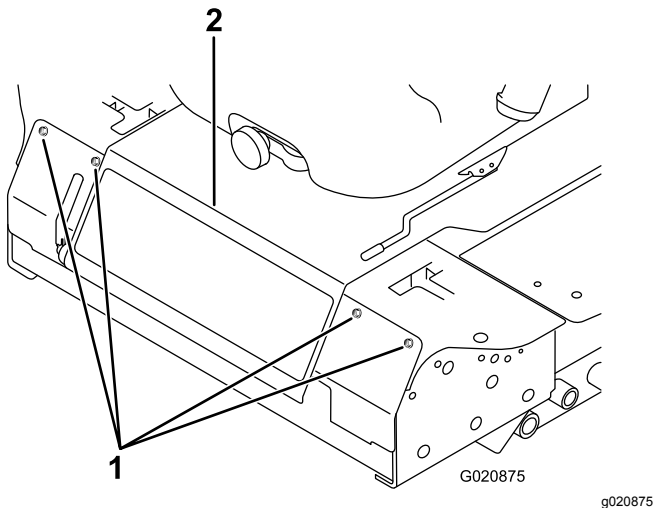

Bild 43
2. Nehmen Sie die Schrauben ab, mit denen die Frontplatte befestigt ist, und nehmen Sie sie ab (Bild 43).